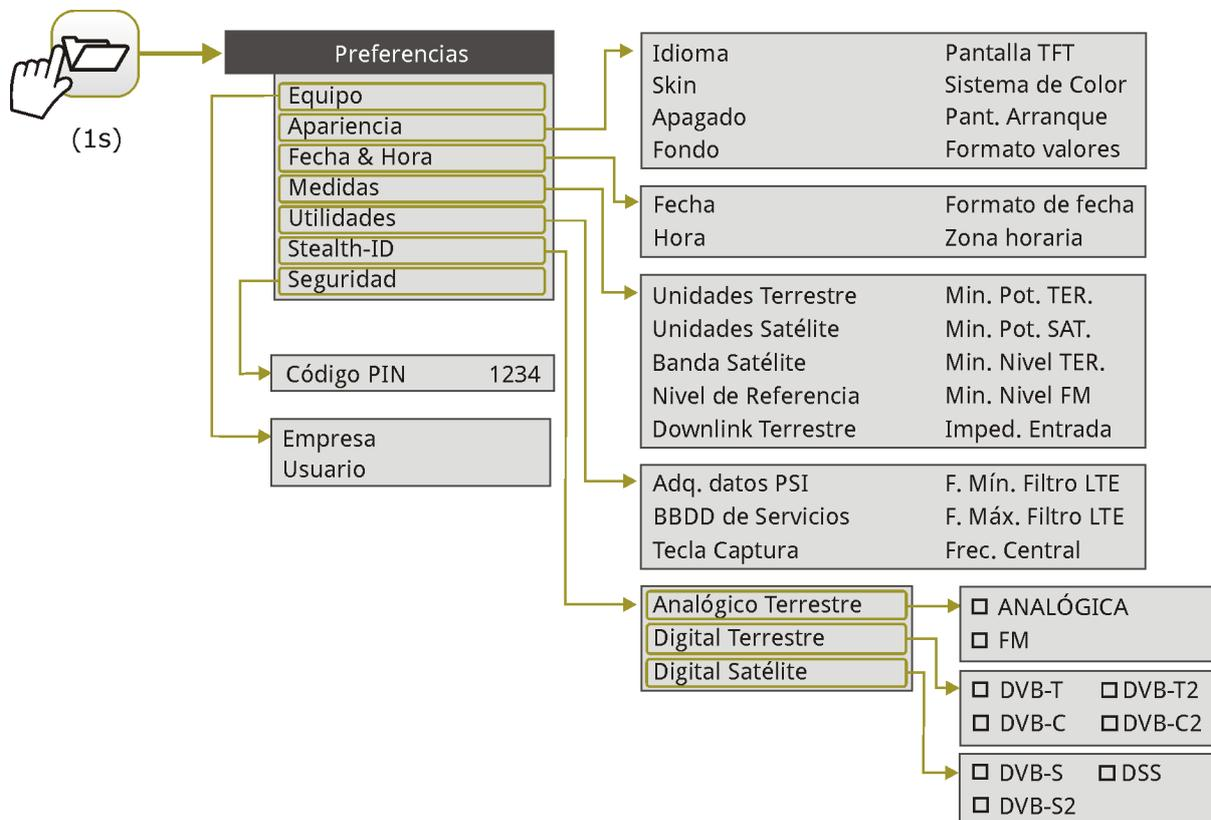

Figura 7.
- 2 En la pestaña **StealthID** seleccione los tipos de señal para auto-identificar (ver "Árbol de Menús" figura 7). Por defecto están todos seleccionados. Pulse la tecla  para guardar los cambios realizados y la tecla  para salir del modo **Preferencias**.